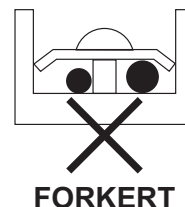

Fig. 33
- Tilslut ikke ledninger med forskellig tykkelse til den samme strømforsyningsterminal. (Løse forbindelser kan forårsage overophedning.) (Se **fig. 33**)